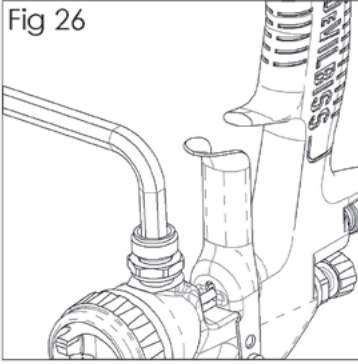

Fig 27
3. Entfernen Fluideinlaß Adapter (siehe Abb. 27).
5. Replace Fluideinlaß Adapter (siehe Abb. 27)